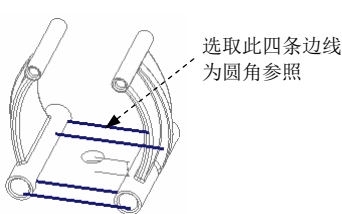

图 5.38.120 定义圆角参照
Step20. 创建倒圆角特征 5。单击 **模型** 功能选项卡 **工程** 区域中的按钮，选取图 5.38.120 所示的边线为倒圆角的边线；在倒圆角半径文本框中输入值 0.5。